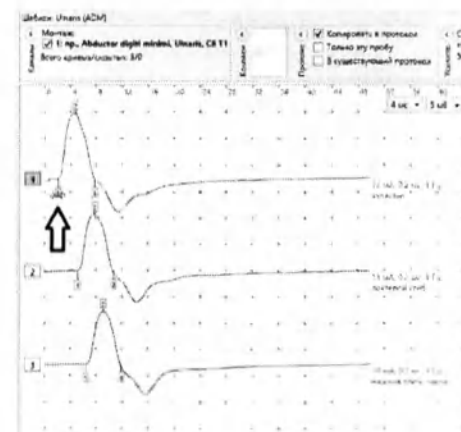

Рис. 45. Коррекция положения маркеров
- Проведите коррекцию положения маркеров. Для этого используйте мышь («перетаскивание» левой кнопкой) или клавиатуру (вращение энкодера, переход к следующему маркеру — нажатие энкодера (рис. 44)). Необходимо точно указать начало М-ответа на всех трех кривых (рис. 45).